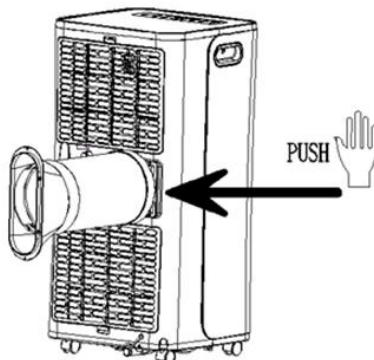

Figura 1
- 2) Inserire il gruppo tubo di calore (estremità del giunto di scarico) nell'apertura di ventilazione sul pannello posteriore (spingere verso sinistra) e completare il montaggio (come mostrato nella Figura 1).